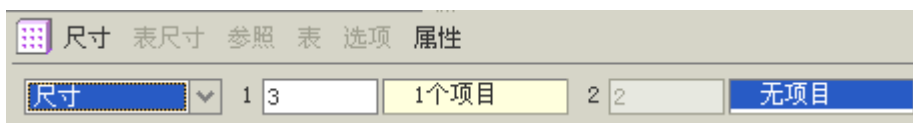

图 46-25
(3) 在阵列特征操控板中输入阵列子特征数量为 3 (包含原始特征)，如图 46-25 所示。